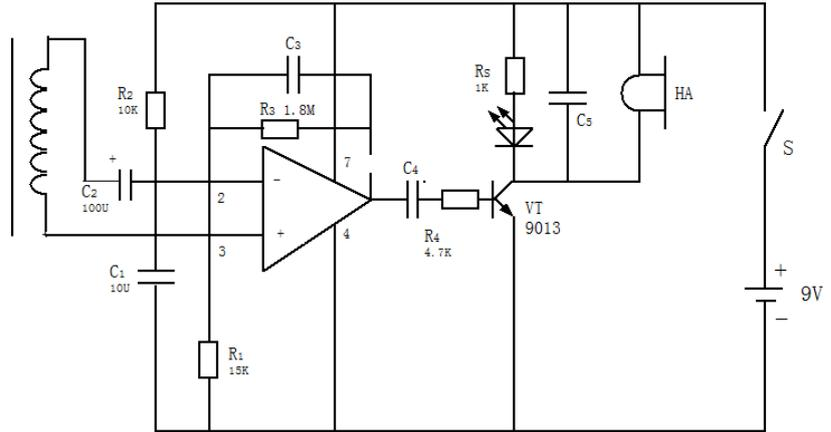

图 21-1 家用电器磁场辐射强度测试仪电路
**二、工作原理** 家用电器磁场辐射强度测试仪电路如图 21-1 所示，家用电器磁场辐射强度测试仪电路元件清单如表 21-1 所示。当开关闭合以后由集成运算放大电路（071 或者 386）和小型继电器（HKE HES1H-S-DC5V）组成的系统会接收到家用电器发出的辐射，并且会转化为信号。这些信号由晶体管（9031）电阻二极管（5 红色）和集成电路对信号进行处理，最终输出到蜂鸣器，如果电磁辐射的辐射强，则蜂鸣器的声音会大，蜂鸣器的声音随着电磁辐射的强度的增强而增强，声音会变化，通过声音的变化，就可以检测家用电器的磁场强度的大小。